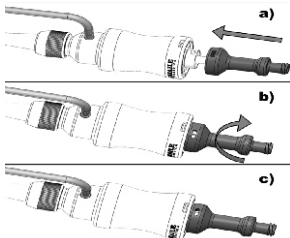

Figura 17:
- C.8. Inserir completamente o dilatador pelo lúmen do hub da bainha expansível e travar os dois dispositivos, conforme Figura 17.